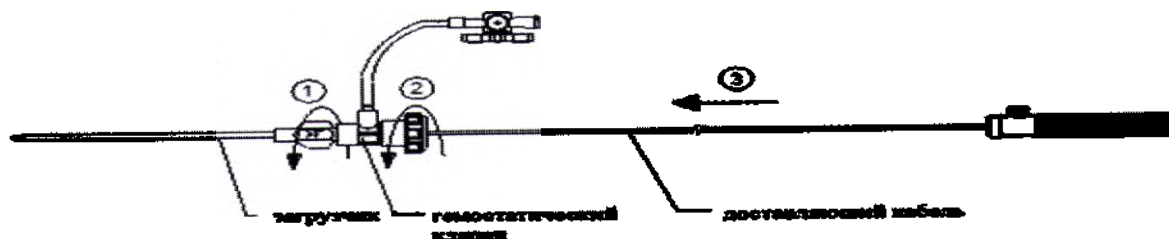

Рис.16. Соединить гемостатический клапан и загрузчик.
- Соединив гемостатический клапан и загрузчик, ослабить гемостатический клапан, а затем вставить доставляющий кабель через гемостатический клапан и загрузчик (как показано на рис. 16).